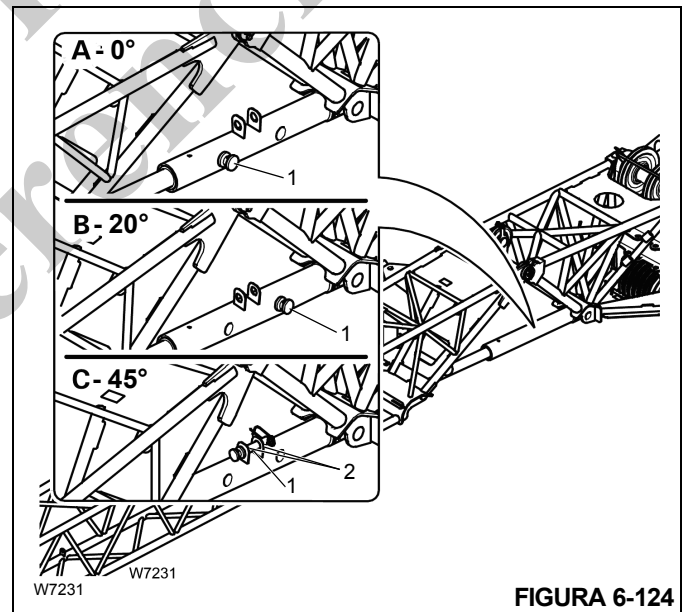

FIGURA 6-124
Consulte Figura 6-124.
1. Eleve la extensión con la grúa auxiliar hasta que el pasador (1) (Figura 6-124) se libere de carga.